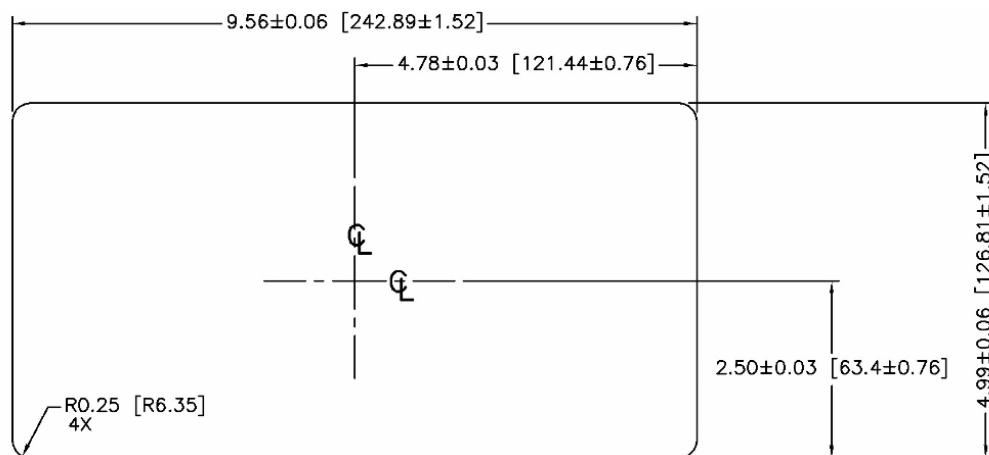

Figura 3-7: Dimensões de corte do painel
4. A abertura (ou recorte) no painel ou gabinete industrial deve estar de acordo com as dimensões de corte do painel indicadas na Figura 3-7. As dimensões são fornecidas em polegadas e [milímetros].